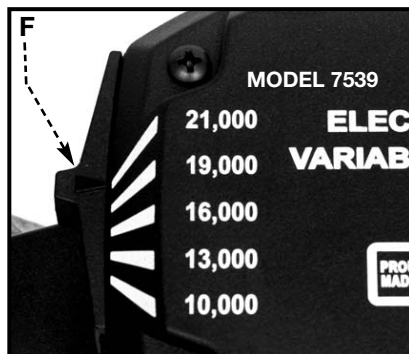

Fig. 12A
El mando de velocidad (F) está localizado como está indicado en la Fig. 12A. Usted puede escoger cualquiera de las cinco velocidades, desde 10.000 rpm hasta 21.000 rpm, al cambiar la posición de este mando. Recomendamos que cambie la velocidad antes de empezar el corte. Si fuera necesario cambiar la velocidad después de haber empezado el corte, pare el ráuter, quítelo del trabajo y entonces ajuste la velocidad.